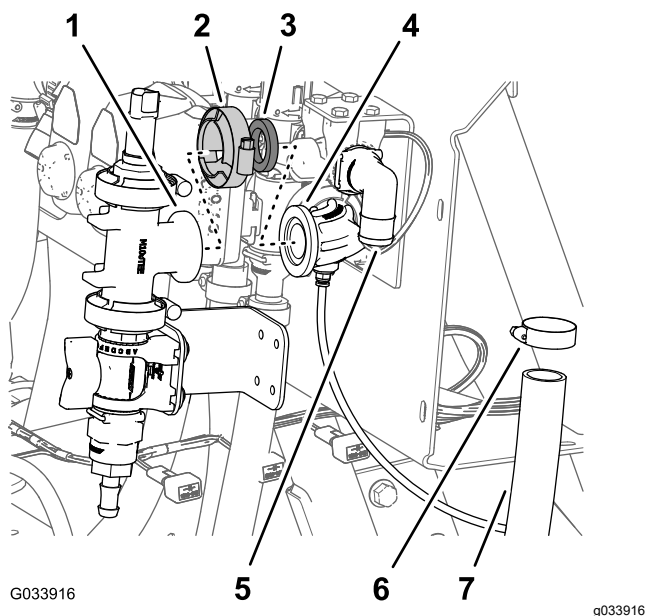
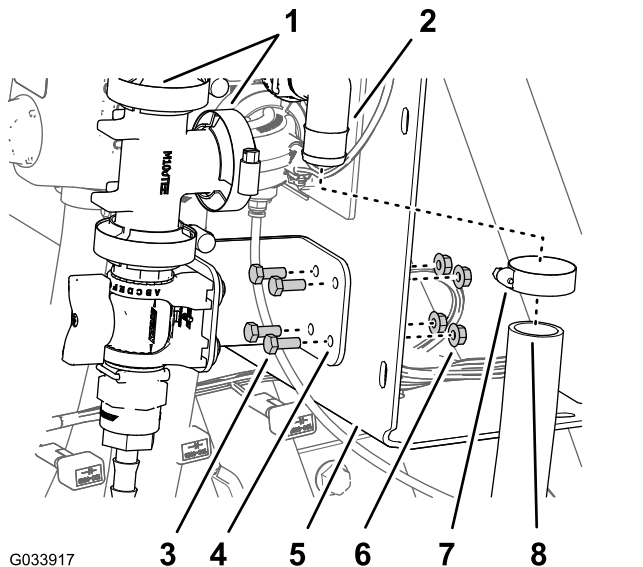

Рисунок 31
Рисунок 34
- Совместите фланец тройника с фланцем прямоугольного штуцера, имеющего соединитель для трубки датчика давления (Рисунок 31).
- Соедините друг с другом, не затягивая, тройник и прямоугольный штуцер с прокладкой и фланцевым хомутом (Рисунок 31).
- Снимите хомут, прокладку и тройник с фланцем с прямоугольного штуцера, имеющего соединитель для трубки датчика давления (Рисунок 31).
1. Совместите фланец тройника с фланцем прямоугольного штуцера, имеющего соединитель для трубки датчика давления (Рисунок 34).
2. Соедините друг с другом, не затягивая, тройник и прямоугольный штуцер, используя прокладку и фланцевый хомут (Рисунок 34).
4. Затяните вручную фланцевый хомут крепления регулирующего клапана к тройнику (Рисунок 29) и фланцевый хомут крепления тройника к прямоугольному штуцеру, имеющему соединитель для трубки датчика давления (Рисунок 31 и Рисунок 34).